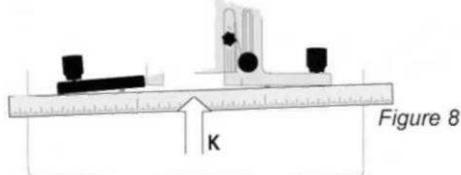
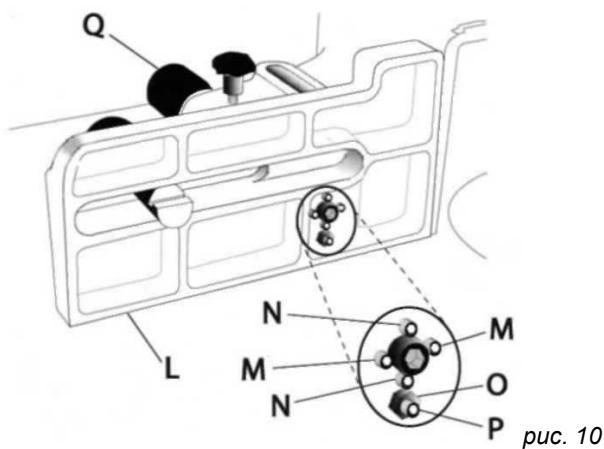

рис. 8
рис. 10
- Прижимайте поверочную линейку (К, рис. 8). Убедитесь, что обе половины упора выровнены, как показано в иллюстрации 9. Это достигается, поочередным изменением выхода двух регулировочных винтов (М., рис. 10) из передней части упора (L, рис. 10) 3-миллиметровым шестигранным ключом, периодически, придвигая левую часть упора, вращая ручку (Q, рис. 10) как требуется.
Важно: рекомендуется, чтобы регулирование винтов (М., рис. 10) за один оборот вращения не превышали 1/16 дюйма
- Поместите поверочный угольник на стол, придинув к упору (L, рис. 10).
9. Если регулирование требуется, крутить винты N (рис. 10).
5. Используя 10-миллиметровый гаечный ключ, ослабьте контргайку (O, рис. 10), который обеспечивает нулевое положение винта установки (P, Рис., 10) искривления (L, рис. 10).
6. Поверните в одну или в другую сторону винт (P, рис. 10), как требуется, чтобы выровнять направляющие, как показано в чертеже M.
7. Закрутите контргайку (O, рис. 10).